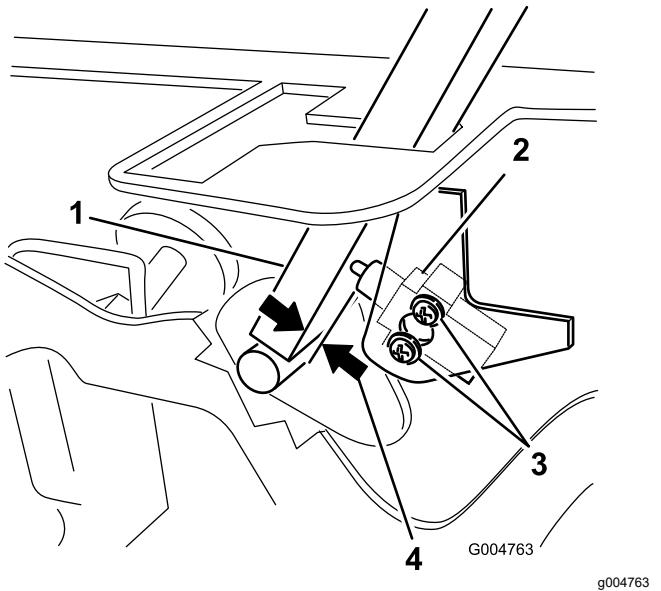

Bild 54
3. Lösen Sie die zwei Schrauben, mit denen der Sicherheitsschalter befestigt ist (Bild 54).
4. Halten Sie den Schaltbügel gegen den Rahmen und schieben den Schalter zum Hebel, bis der Abstand zwischen dem Hebel und dem Schaltergehäuse 0,4 mm bis 1 mm beträgt, wie in Bild 54 abgebildet.